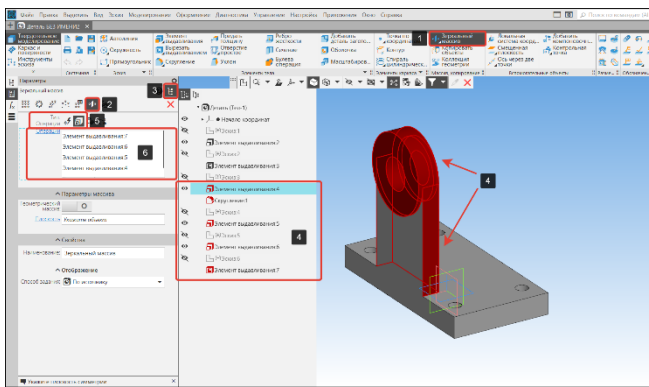

Рисунок 69 – Выбор элементов копирования
- В панели Массив, копирование выберем команду Массив по сетке (1), подоперация Зеркальный массив (2) (Рисунок 69);
• Операции для зеркального копирования можно указать как в самой трехмерной модели (4), так и в дереве модели (4), раскрыв его через кнопку дерево (3). Последний вариант предпочтительнее, так как исключает ошибку выбора не того объекта. Тип выбора – операция (5). Для удобства редактирования компонентов в окне (6) отображаются все выбранные операции, тела и поверхности (Рисунок 69).